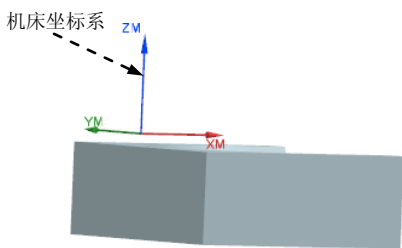

图 13.2 创建机床坐标系
Step2. 在图形区 文本框中输入值 5.0，单击 确定 按钮，此时系统返回至“CSYS”对话框，在该对话框中单击 确定 按钮，完成图 13.2 所示机床坐标系的创建。